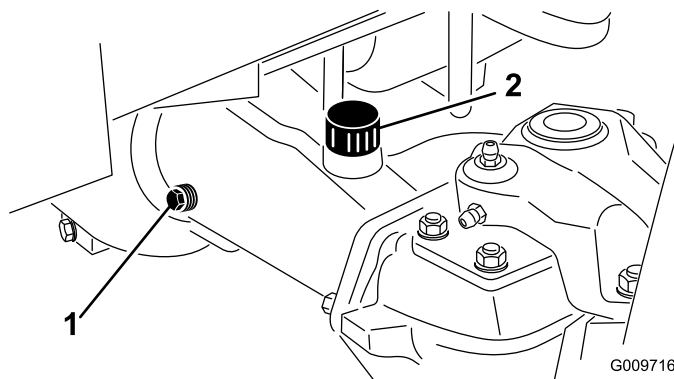

Figure 40
- Enlevez un bouchon de contrôle à une extrémité du pont arrière (Figure 40) et vérifiez que le lubrifiant atteint la base de l'orifice. Si le niveau est bas, enlevez le bouchon de remplissage (Figure 40) et ajoutez suffisamment de lubrifiant pour rectifier le niveau.